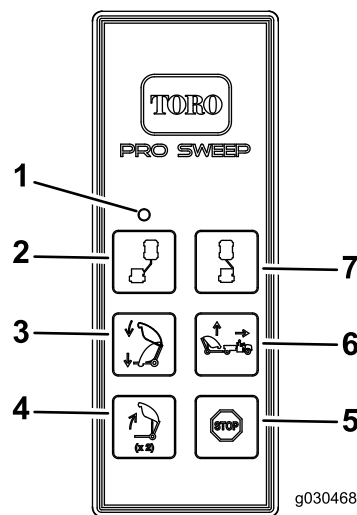

Figure 27
2. Appuyez sur le bouton de déchargement pendant une seconde, relâchez-le une seconde, et appuyez à nouveau dessus (Figure 27).